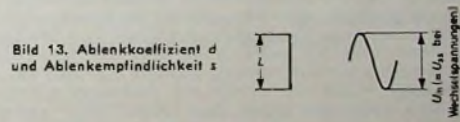

Bild 13. Ablenkkoeffizient d und Ablenkempfindlichkeit s
Bei guten modernen Oszillografenröhren besteht nach Gl. (6) strenge Proportionalität zwischen der Ablenkstrecke L und der angelegten Spannung U_m zwischen den Ablenkplatten. Das Verhältnis zwischen der Spannung und dem Wert von L ist daher stets konstant und wird als Ablenkkoeffizient d bezeichnet. Es gilt also mit Bild 13